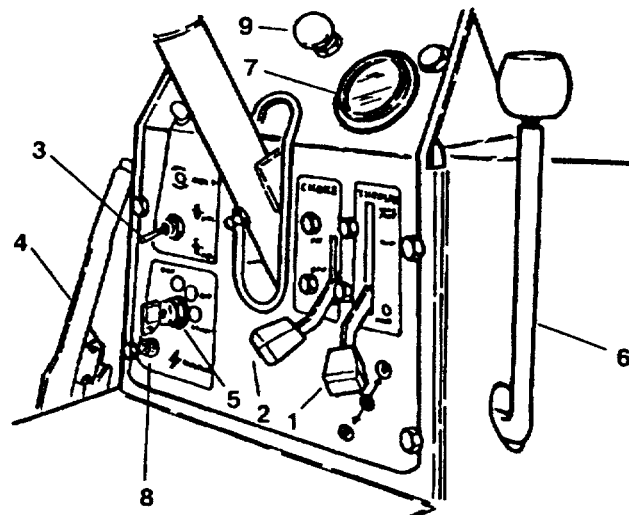

Figure 13 (modèles essence)
**Modèles essence** (Fig. 13)—trois positions: OFF (ARRET), RUN (MARCHE) et START (DEMARRAGE).